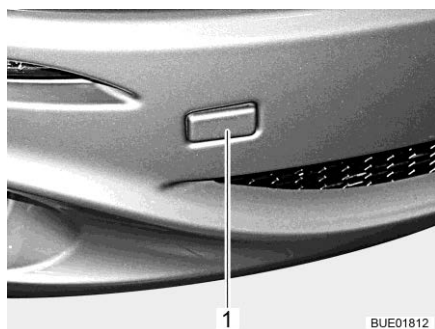

Fig. 47 Couvercle pour la fixation de l'œillet de remorquage (exemple)
- Retirer le couvercle (Fig. 47,1).